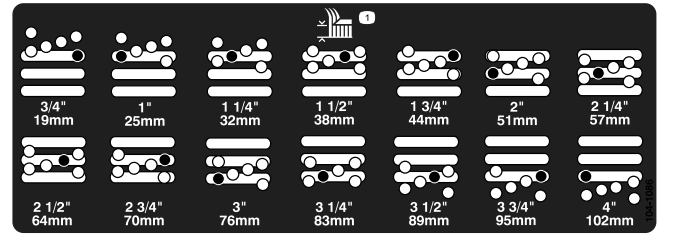

Figure 5
5. Placez la chambre à la hauteur de coupe voulue et mettez l'entretoise dans le trou et la fente correspondant à la hauteur de coupe désignée (Figure 5)